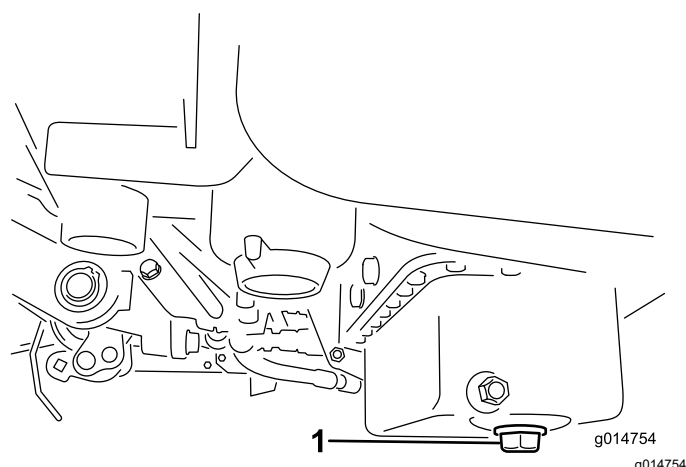

Figura 34
1. Togliete il tappo di spurgo e lasciate defluire l'olio in una bacinella. Quando l'olio cessa di defluire, rimontate il tappo (**Figura 34**).